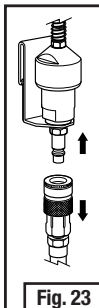

Fig. 23
1. Assegure-se de que a Mangueira de Suprimento de Ar 3M™ esteja conectada à válvula de controle de ar ou conector de baixa pressão. Para conectar, puxe para trás na extremidade fêmea de engate da mangueira de ar fornecido enquanto insere a extremidade macho do engate do dispositivo de controle de ar (Fig. 23).